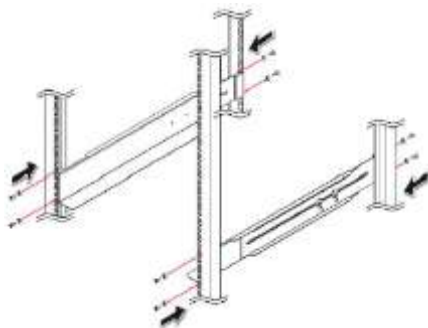

Рисунок 3-3: Присоедините направляющие рейки к стойке
- 3 Для прикрепления направляющих реек к стойке используйте восемь болтов и восемь шайб, входящих в комплект. См. **Рисунок 3-3**.